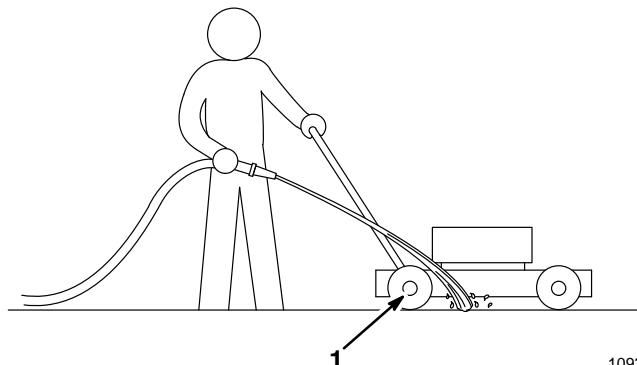

Figure 31
4. Mantenga la manguera de jardín funcionando a nivel del mango y dirija el agua para que corra en el suelo justo enfrente del neumático posterior derecho (Fig. 31). La cuchilla giratoria extraerá el agua debajo de la caja y limpiará los recortes. Deje que el agua corra durante unos minutos o hasta que no se vean recortes lavados de la parte inferior de la caja.